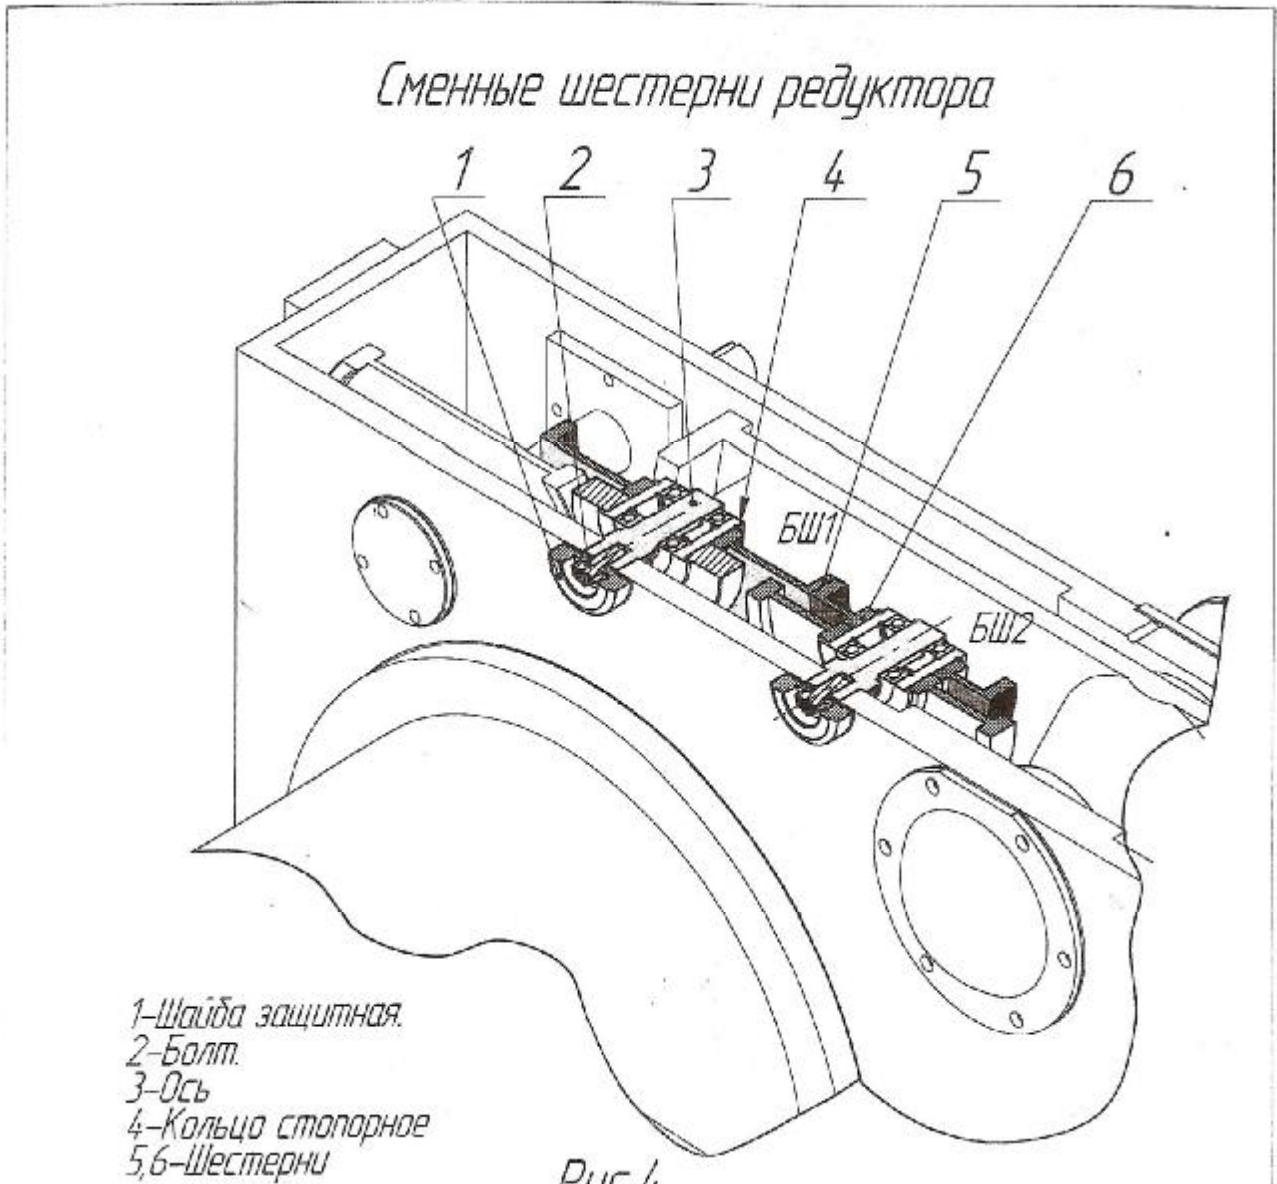

Рис. 4
5.1.1. Редуктор лебедки с цилиндрическими прямозубыми шестернями предназначен для привода барабана лебедки (передаточное число 10,737) и кабелеукладчика (передаточное число 8,207 для кабеля диаметром 6,3 мм; 5,606 для кабеля диаметром 9,4 мм). Переключение для работы с кабелями различного диаметра осуществляется заменой шестерен, как показано на рис.4.
5.1.4. Стопор, рис. 4а, предназначен для аварийной блокировки барабана лебёдки в случае, если электрический тормоз не удерживает вытравленный кабель, и работает как храповик при аварийной выборке кабеля (см. инструкцию по эксплуатации).